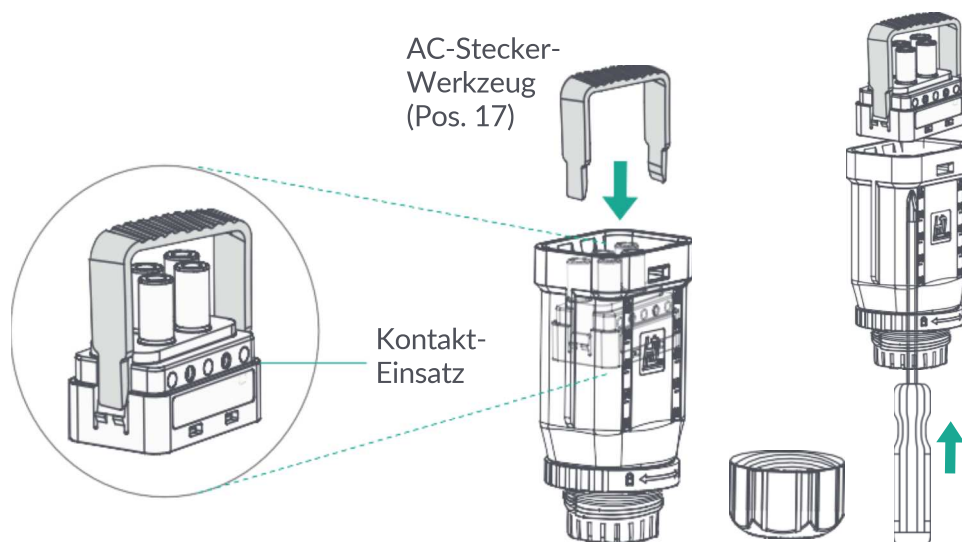

Abbildung 21: Demontage AC-Stecker
- AC-Stecker zerlegen (Abbildung 21)